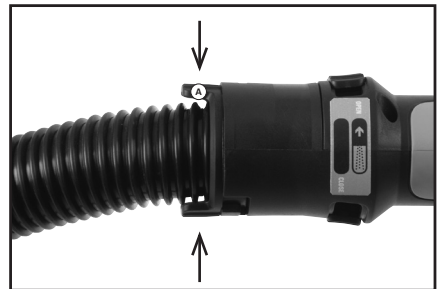

Fig. 3
- Sélectionnez le tuyau d'aspiration avec l'extrémité de Ø45mm. (**Fig. 3**)